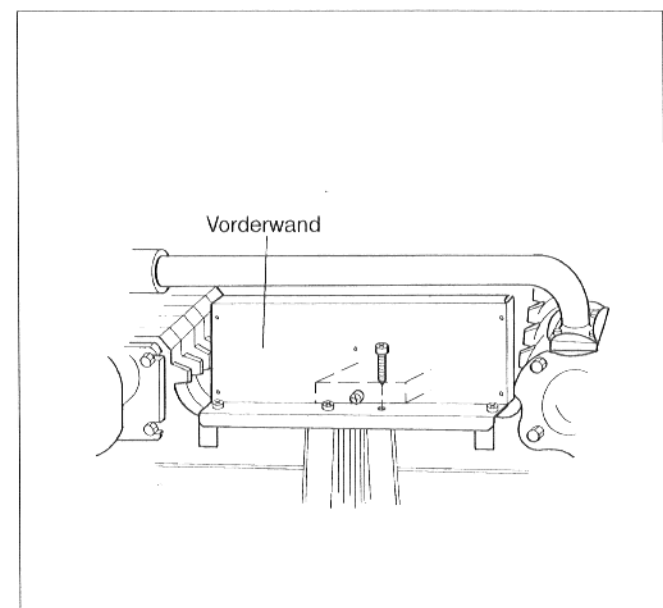

Abb. 16: Kesselblockvorderseite
- Vorderwand gegen die Käfigmuttern andrücken und mit den 4 (langen) Blechschrauben locker befestigen (Abb.16).
- Mittelteil von vorne verschrauben (Abb.16).